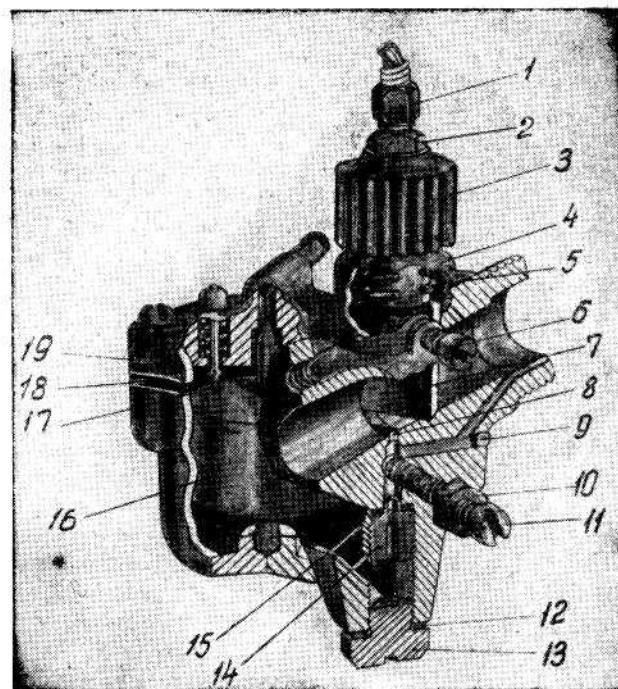

Рис. 10. Карбюратор К34Б:
Втулка 1 имеет продольный паз 10, а втулка 2 — винтовой паз 9, между которыми находится ползунок 3, соединенный с гибким тросом и через него с дросселем карбюратора (рис. 10).
Карбюратор (рис. 10) состоит из корпуса 4, крышки поплавковой камеры 19, поплавка 16 с иглой 20, дросселя 7 и жиклера 14. Топливо из топливного бака через фильтр топливного краника по топливопроводу поступает самотеком к ниппелю крышки 19 и заполняет поплавковую камеру. Постоянный уровень топлива в поплавковой камере поддерживается поплавком с иглой. Конус иглы, упираясь в седло крышки поплавковой камеры, образует игольчатый клапан.
3. Нажать 1—2 раза на кнопку утопителя 21 (рис. 10) до полного заполнения поплавковой камеры (топливо должно показаться из-под колпачка утопителя).
Если двигатель глохнет, завернуть винт 6 (рис. 10). При повышенных оборотах холостого хода вывернуть винт 6 на 1—2 оборота.